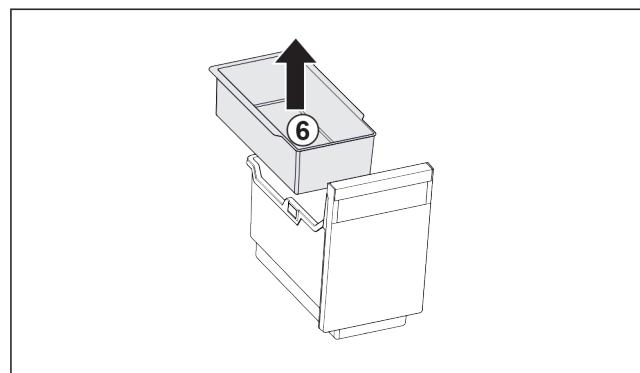

Fig. 23
- Odoberte závesnú misku Fig. 23 (6).